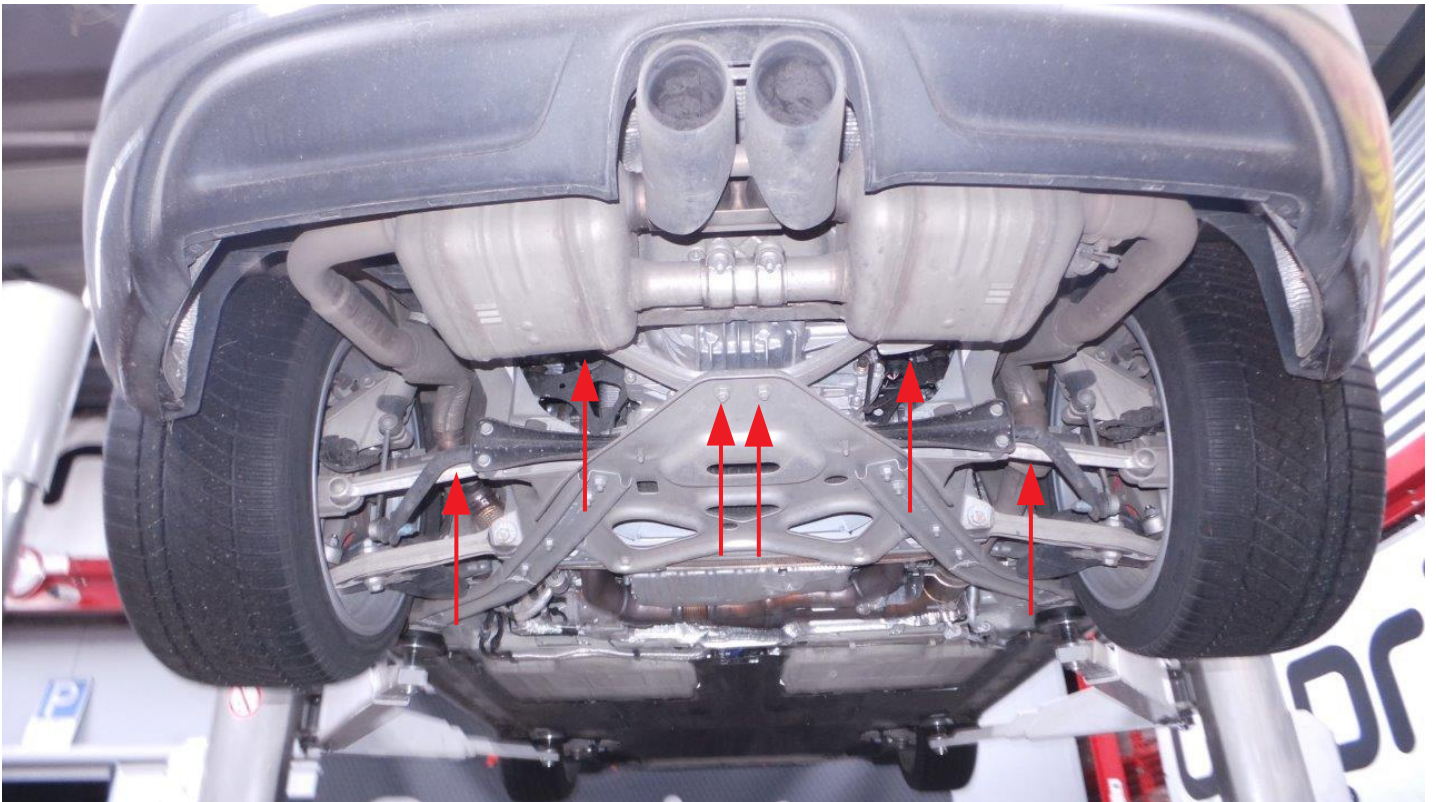

Abb. 3: Verbindung Abgasanlage zu Kat
- 1. Bevor die originale Abgasanlage demontiert wird, müssen die Hauptanschlüsse. Sowie die Halterungen gelöst werden. s. Abb.3**